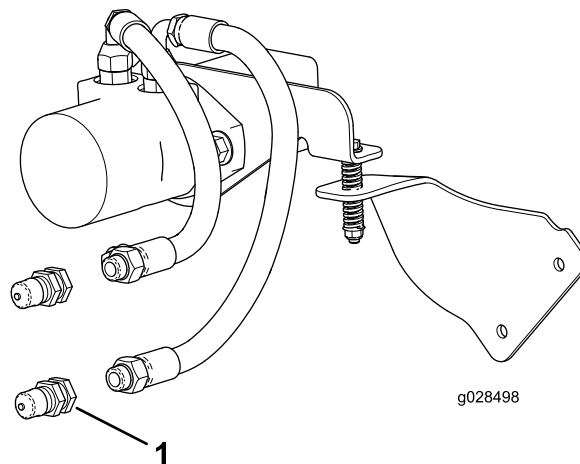

Figura 5
6. Montate un accoppiatore rapido maschio sull'altra estremità di ciascuno dei 2 flessibili idraulici (Figura 5).